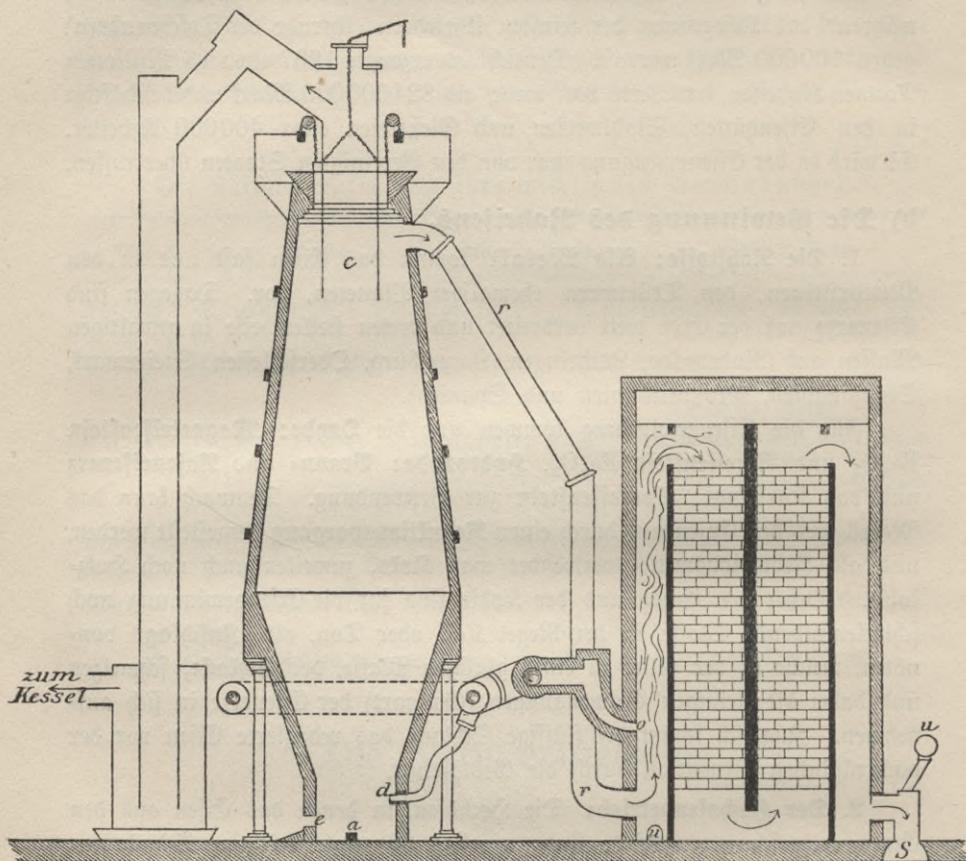

Fig. 60. Hochofen mit Winderhitzer.
2. **Der Hochofenbetrieb:** Die Hochofen, in denen das Eisen aus den Erzen ausgeschmolzen wird, sind, wie Fig. 60 zeigt, mächtige Schachtofen von etwa 20 m Höhe, die oft jahrelang im ununterbrochenen Betriebe bleiben und täglich bis zu 200 000 kg Roheisen liefern. Dazu sind erforderlich: ungefähr 400 000 kg Erze und Zuschlag, 180 000 kg Koks und 750 000 kg oder beinahe 600 000 cbm Luft. Das Rohmaterial, **Koks, Erze** und **Zuschlag**, wird durch die obere verschließbare Öffnung, die **Gicht, c**, eingeschüttet, füllt den ganzen Schacht und sinkt allmählich abwärts, wobei es mehr und mehr erhitzt wird. In den unteren Teil des Ofens, das **Gestell**, wird durch 6—8 mächtige Rohre („**Düsen**“ bei **d**) Luft eingeblasen, die vorher in den Winderhizern (rechts) stark erhitzt ist. Dadurch werden die Koks im Gestell zur hellen Weißglut erhitzt und erzeugen dort eine